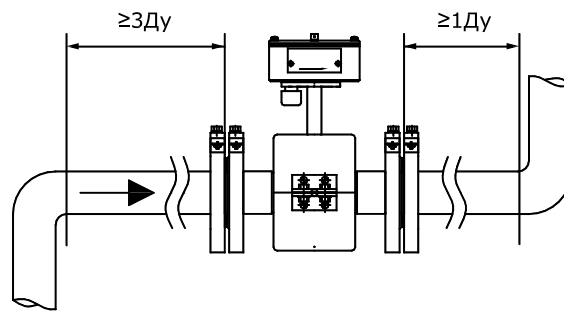

Рисунок 8.4
8.2.6 Расходомер необходимо располагать в той части трубопровода, где пульсации и завихрения минимальные. При установке расходомера необходимо обеспечить прямолинейные участки трубопровода длиной не менее $3 \cdot DУ$ до и $1 \cdot DУ$ после ППР (см. рисунок 8.4).